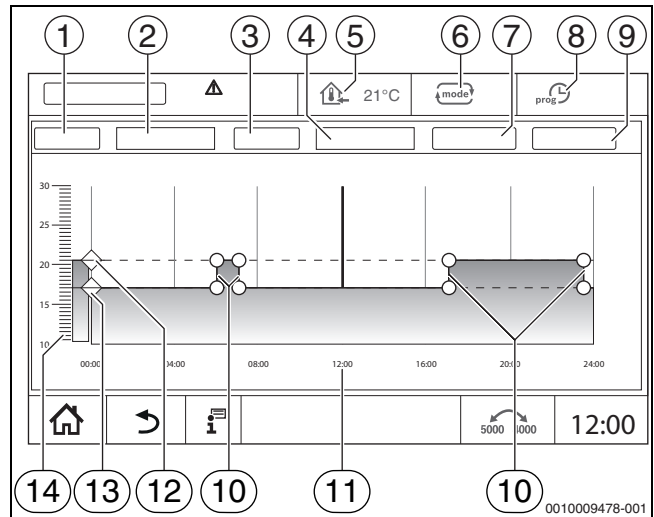

Bild 24 Zeitprogramm
- ▶ Symbol antippen, halten und auf die entsprechende Temperatur ziehen (→ Bild 24, [15], Seite 22).
- ▶ Symbol  antippen und aus der Auswahlliste den Wochentag (→ Bild 24, [2], Seite 22) und das gewünschte Programm (→ Bild 24, [4], Seite 22) wählen.